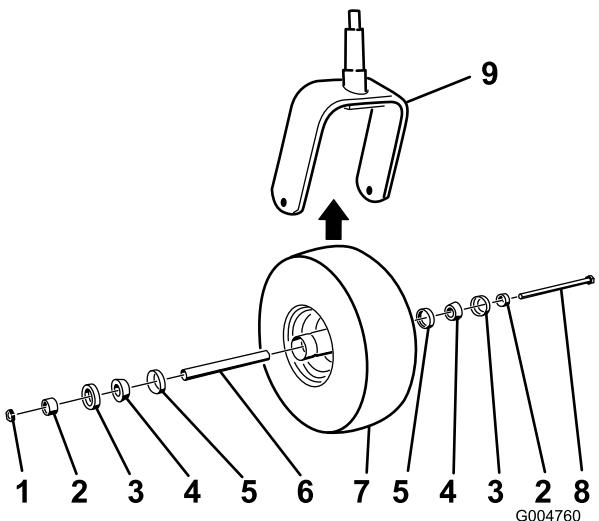

Figura 54
2. Togliete il dado di bloccaggio dal bullone che fissa la rotella orientabile alla forcella (Figura 54).
5. Montate la rotella orientabile premendo i cuscinetti conici e gli schermi, lubrificati con grasso, nel mozzo della ruota, posizionata come illustrato nella Figura 54.